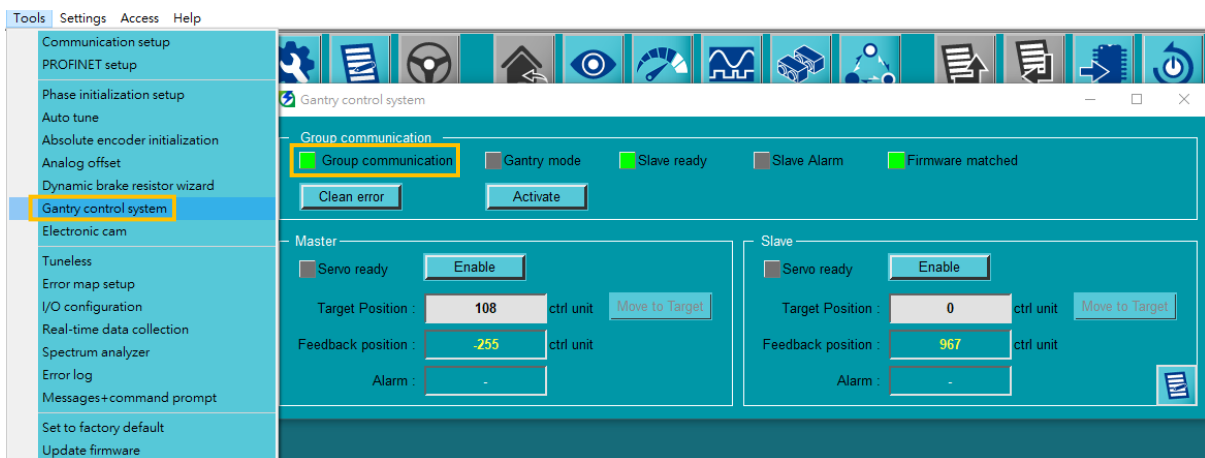

図 7.1 ガントリー制御システムウィンドウを開く
- (1) ツールでガントリー制御システムを選択します。
- (2) 図 7.1 に示すように、グループ通信のステータス ライトが緑色に点灯していることを確認します (マスターとスレーブ間の通信が正常であることを意味します)。